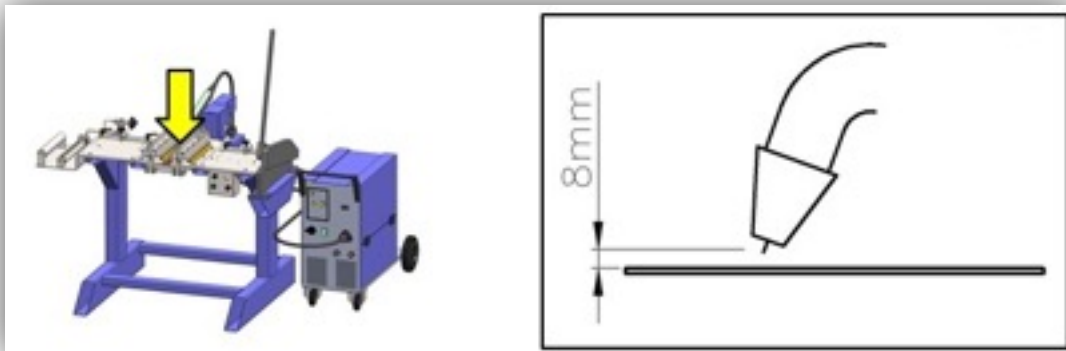

Figura 28
⑪ Asegúrese de que la distancia entre la cabeza de la antorcha y la cuchilla a soldar sea de unos 8 mm. (véase figura 28)